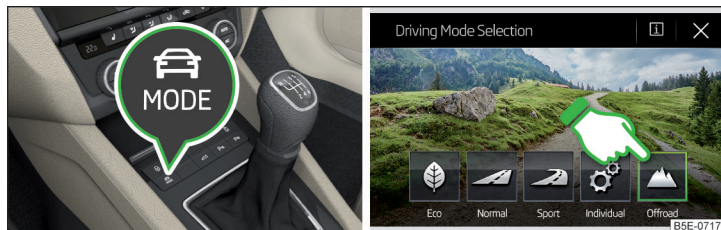

Fig. 250 Touche pour le choix du mode de conduite / touche de fonction sur l'écran de l'infotainment
Le menu du mode de conduite s'affiche sur l'écran d'infotainment » fig. 250.
- Pour la **désactivation**, appuyer sur la touche  » fig. 250 et sélectionner un autre mode que le mode **Offroad** sur l'écran de l'infotainment.